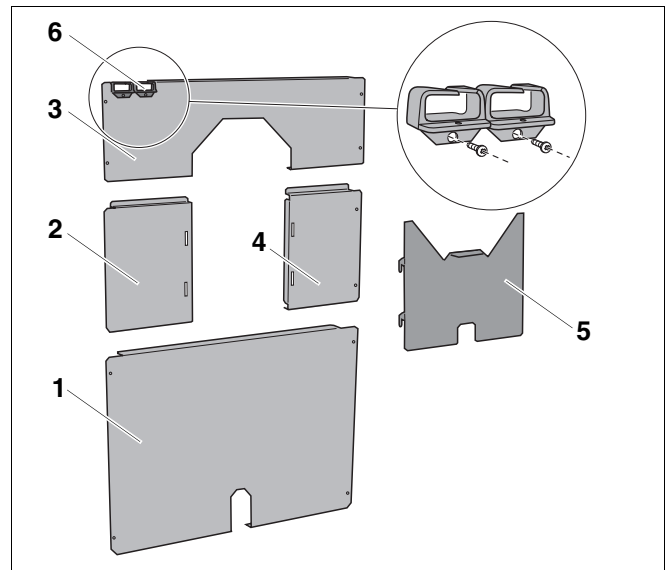

Fig. 42 Panneau arrière en 5 parties
- Panneau arrière inférieur (fig. 42, **pos. 1**)
- Panneau arrière central gauche (fig. 42, **pos. 2**)
- Panneau arrière supérieur (fig. 42, **pos. 3**)
- Panneau arrière central droit (fig. 42, **pos. 4**)
- Tôle de couverture du panneau arrière (fig. 42, **pos. 5**)
- 2 passages de câbles (fig. 42, **pos. 6**)
- Monter les passages de câbles (fig. 42, **loupe**) à l'aide des vis sur le panneau arrière supérieur (fig. 42, **pos. 3**).